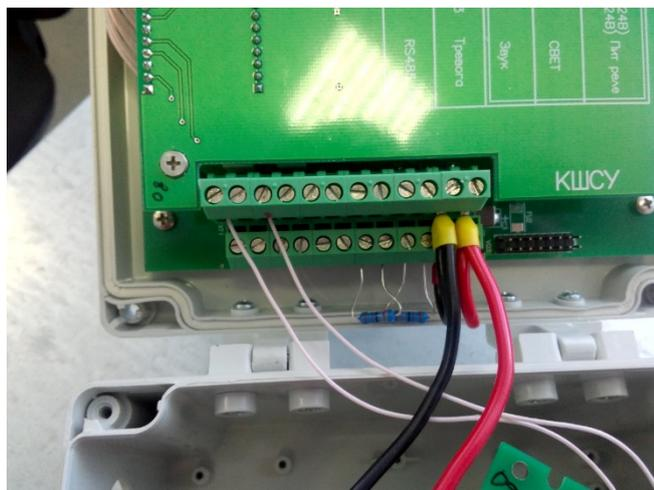

Рис.8 Коммутация КШСУ к ПИУ 4.
- 3) Если у вас не будет подключается внешние оповещатели: СВЕТ, ЗВУК. То нужно установить в эти разъемы резисторы по 1кОм. Иначе будет выходит ошибка обрыв связи звук-свет (Рис.8.).